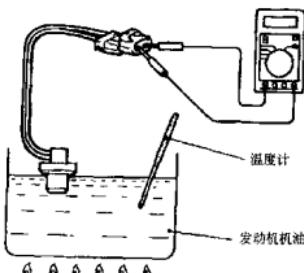

图 18-24
1) 将发动机过热保护开关的金属部位放入发动机机油内, 用煤气炉加热 (图 18-24)。
压缩机过热保护开关 (图 18-24)